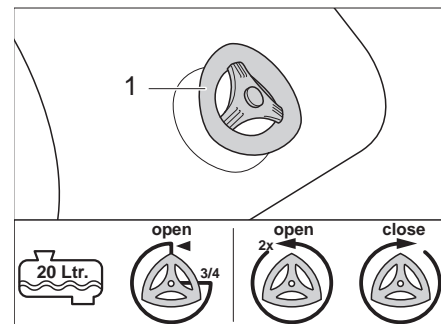

Fig. 241 Rubinetto di scarico
- Pieno per 1/2 o meno: ruotare il rubinetto di scarico (Fig. 241,1) di 3/4 di giro in senso antiorario.
- Pieno per 3/4 o più: ruotare il rubinetto di scarico (Fig. 241,1) di 2 giri in senso antiorario.
- Chiudere il rubinetto di scarico (Fig. 241,1) in senso orario.